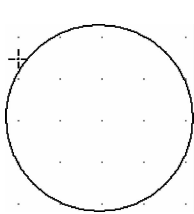

图 6-91 确定圆弧半径
2. 启动绘制圆弧命令后, 光标变成十字形。将光标移到指定位置。单击鼠标确定圆弧的圆心。此时, 光标自动移到圆弧的圆周上, 移动鼠标可以改变圆弧的半径。单击鼠标确定圆弧的半径。如图 6-91 所示。